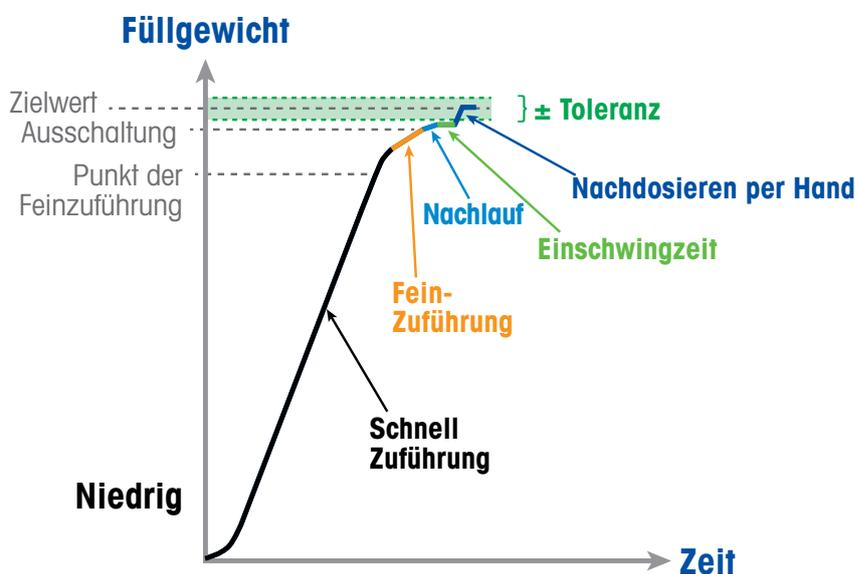

Abb. 25: Abfüllung mit zwei Geschwindigkeiten
5. Abbildung 25 zeigt eine Möglichkeit, wie das Rätsel um Geschwindigkeit/Genauigkeit gelöst werden kann. Der Tank kann grösstenteils mit schneller Geschwindigkeit/geringer Genauigkeit befüllt werden, dann wird gegen Ende auf geringere Geschwindigkeit/höhere Genauigkeit umgeschaltet. Anders ausgedrückt wird eine Befüllung mit zwei Geschwindigkeiten verwendet, die nachstehend ausführlicher erläutert wird. Wenn der Grossteil des Tanks mit geringer Genauigkeit befüllt wurde, hat das keine negativen Konsequenzen, solange rechtzeitig auf die Abfüllung mit hoher Genauigkeit umgestellt wird. Dies ist die übliche und heute noch weitverbreitete Methode, um eine angemessenes Verhältnis zwischen Geschwindigkeit und Genauigkeit bei der Abfüllung zu erreichen.
Abbildung 25 zeigt in einem Diagramm das Verhältnis von Füllgewicht zu Zeit bei einer herkömmlichen Abfüllung mit zwei Geschwindigkeiten. Einige oder alle dieser Elemente können in einen typischen Abfüllvorgang integriert werden – je nachdem, welche Genauigkeit erforderlich ist. Zuerst steht das Zielgewicht mit Toleranzbereich ( $\pm$ ). Der Abfüllzyklus kann, wie dargestellt, in verschiedene Phasen unterteilt werden. Wenn die Zuführeinheit aktiviert wird, dauert es einige Zeit, bis in der schnellen Förderphase, die den Grossteil der Abfüllzeit und des -gewichts ausmacht, ein steter Materialfluss entsteht. Daneben gibt es weitere Phasen, die das Füllgewicht fein abstimmen, um die Einhaltung der Toleranzen sicherzustellen. Die verschiedenen Begriffe werden nachstehend näher erläutert.